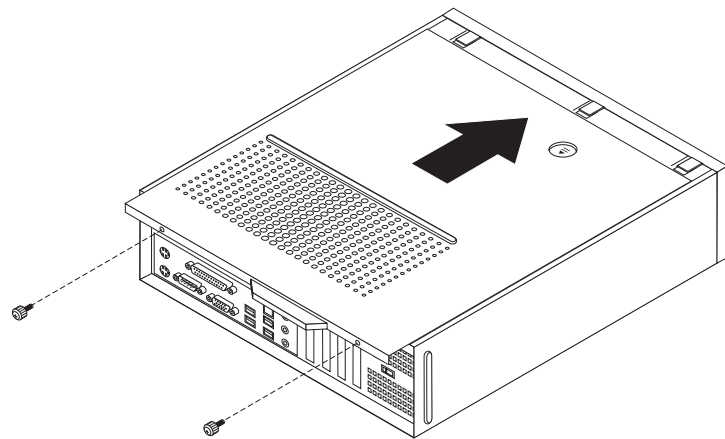

Figure 39. Installation du carter
5. Remplacez le carter de l'ordinateur et branchez le cordon d'alimentation. Voir figure 39, à la page 37.